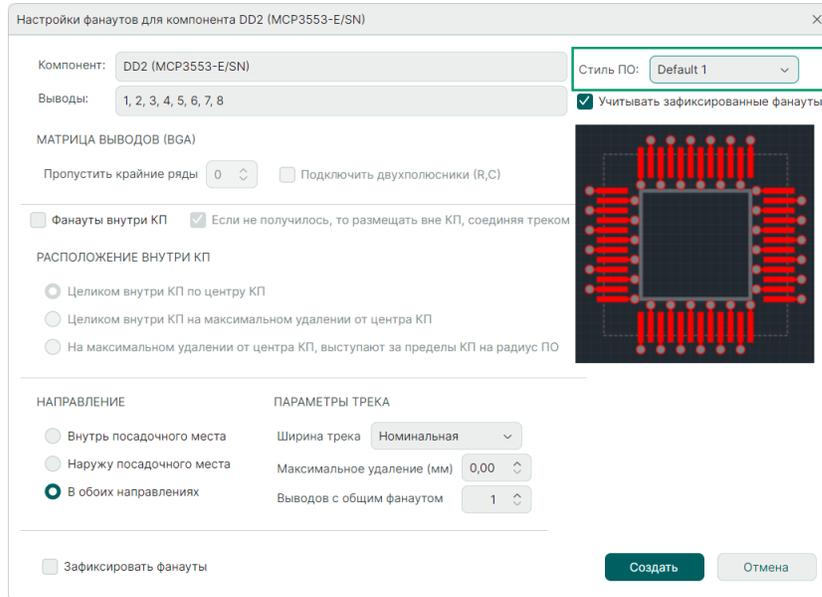
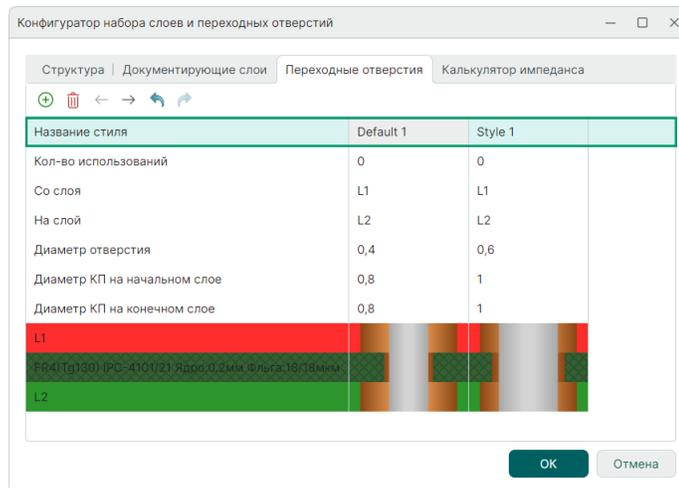

Рис. 299 Выбор стиля переходного отверстия
Рис. 300 Создание стиля переходного отверстия
- Выбор стиля переходного отверстия, см. Рис. 299, заданного в окне «Слои и переходные отверстия» → «Конфигуратор набора слоев и переходных отверстий» → «Переходные отверстия», см. Рис. 300.